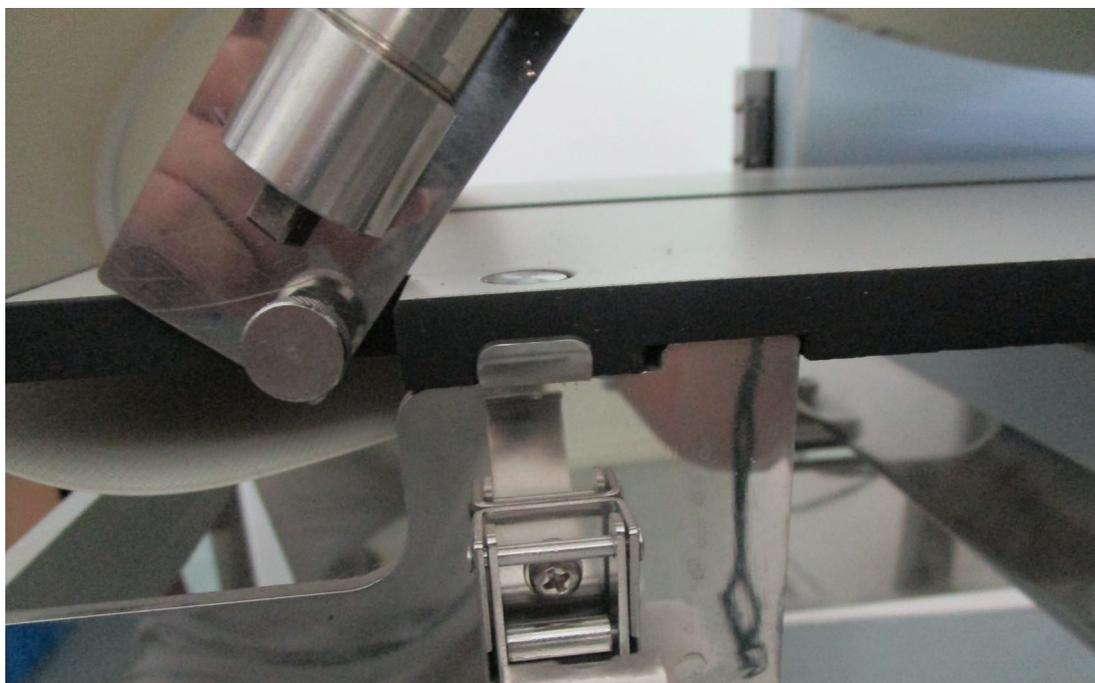

图 4-6 对准定位槽
6) 换上新的输送带，安装台板，注意对准台板两侧的 4 个定位槽。（图 4-6）